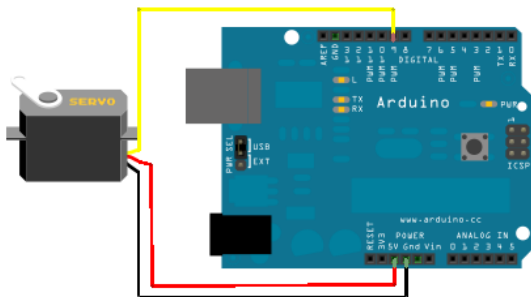

Рис. 4.4. Підключення сервопривода малої потужності до мікроконтролерної плати Arduino Uno
Сервоприводи малої потужності (наприклад, SG90) можна безпосередньо підключати до плати Arduino (рис. 4.4), для підключення більш потужних – слід використовувати зовнішнє джерело живлення.
1. Складіть схему за рис. 4.4, використовуючи сервопривод SG90.